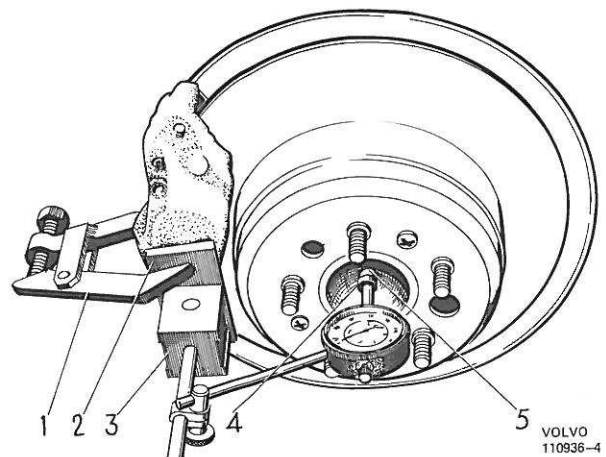

Figure 29. Mesure du jeu axial à l'arbre de roue motrice
2. Bien serrer une plaque de fer (2, figure 29) sur la